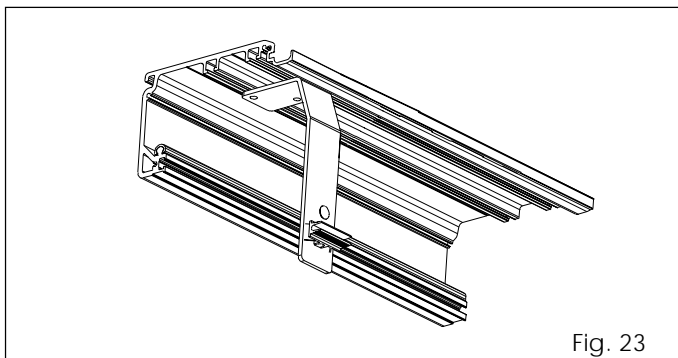

Fig. 23
- Fixer à l'extrémité de la poutre, opposée au groupe du moteur, une bride de fixation du capot en utilisant les vis et les plaquettes fournies (fig. 23).